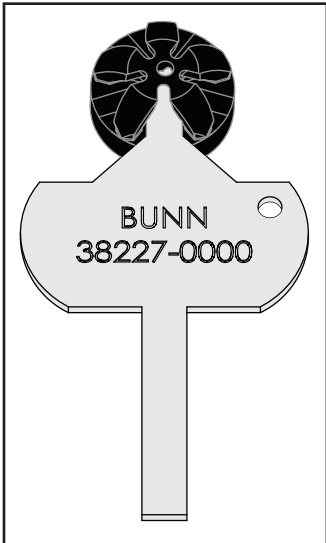

图1
2. 检查并清洁喷头。喷头孔必须一直保持畅通。将喷头清洁工具的较短一端插入塑料喷头的五个出水口的每个口中，疏通水垢（参见图1）。